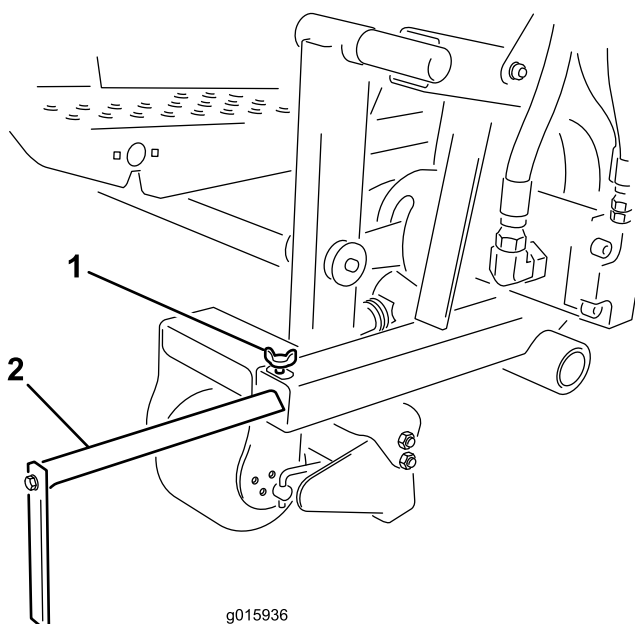

Bild 18
Lösen Sie die Einstellschrauben und bewegen Sie die Ausrichtungsführung in die gewünschte Stellung (Bild 18).
1. Lösen Sie die Schraube und bewegen Sie die Ausrichtungsführung nach vorne oder hinten in die gewünschte Stellung (Bild 18).